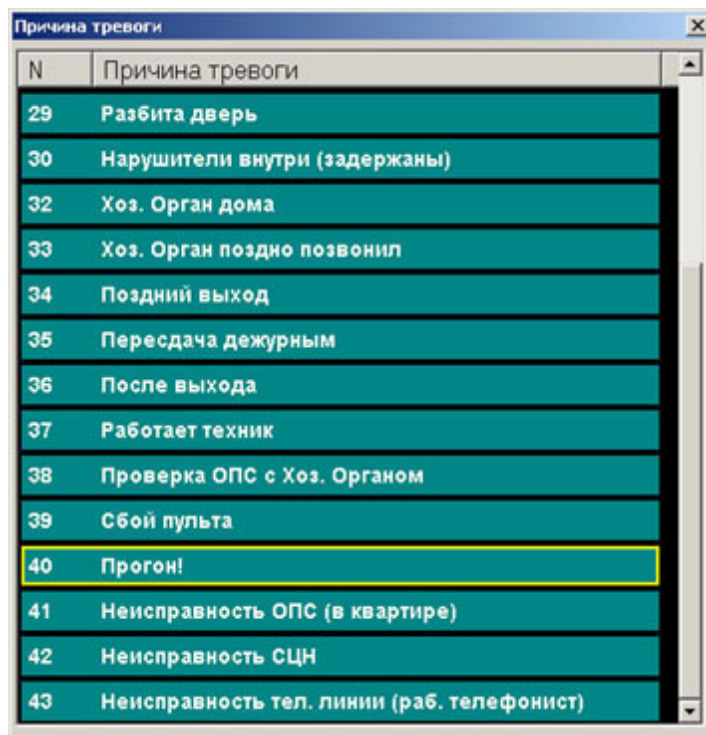

Рисунок 3.30. Окно «Причина тревоги»
3. При нажатии активной кнопки **Причина** или на клавишу **Забой (Backspace)** откроется окно со списком стандартных тревог, зарегистрированных в базе данных (рисунок 3.30).